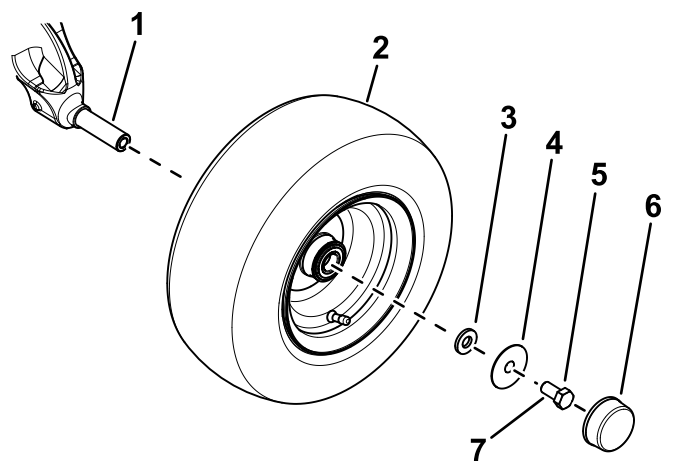

Figura 3
- B. Utilize uma anilha pequena, anilha grande, parafuso ($\frac{5}{8}$ pol. x $1\frac{1}{4}$ pol.) para prender a roda ao eixo (Figura 3).
D. Instale a tampa antipoeira no volante (Figura 3).